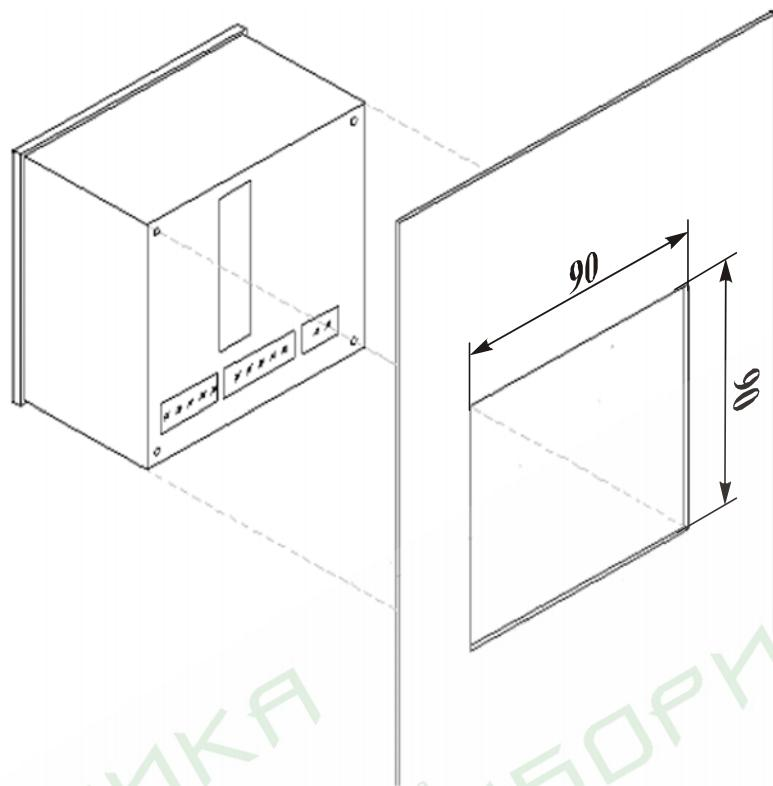

Рис. 1
1. Выберите место на лицевой панели щита для установки прибора. Вырежьте в панели квадратное отверстие размером 90 x 90 мм для установки прибора (рис. 1).